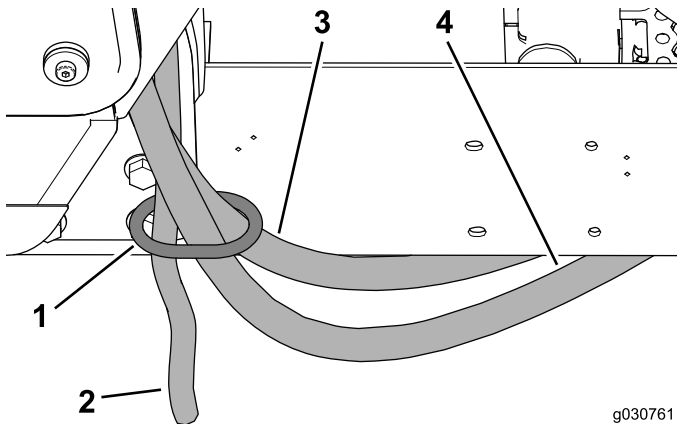

Bild 35
4. Verlegen Sie die Schläuche für die Heizung und den Ablassschlauch durch den Schlauchring an der hinteren Kabinenbefestigung (Bild 35).